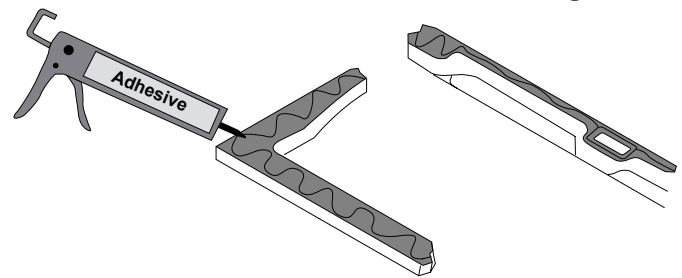

Figura 4
- ⑤ Coloque el adhesivo (suministrado con la bañera) en la plataforma superior de la bañera, tal como se muestra (Figura 4). Aplique con moderación unas gotas de adhesivo alrededor del orificio del recorte del panel de control. Si se coloca demasiado adhesivo alrededor del orificio del recorte, se escurrirá hacia la abertura y puede interferir en la instalación del panel de control.